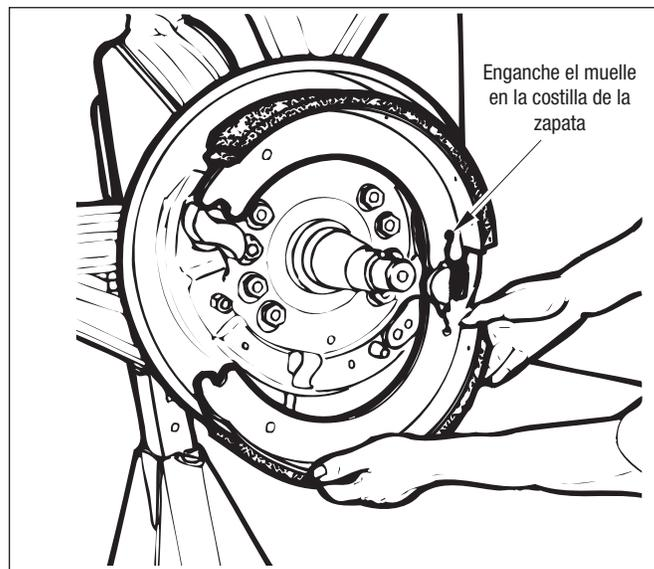

Figura 59 – Instalación del muelle de retención de la zapata
4. Enganche un extremo de un muelle de retención nuevo de zapata en el orificio de la costilla de la zapata superior para que el bucle quede a través del pasador de anclaje. Consulte la figura 59.